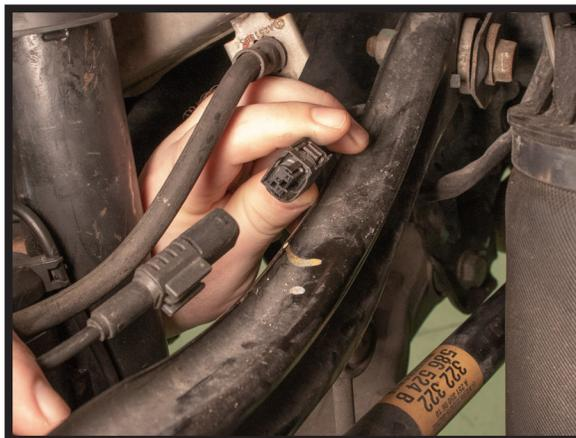

FIGURE 5
6. DISCONNECT THE SHOCKS DAMPING SOLENOID ELECTRICAL CONNECTOR, LOCATED JUST BEHIND THE SHOCK, ON THE CONTROL ARM. (FIGURE 5)